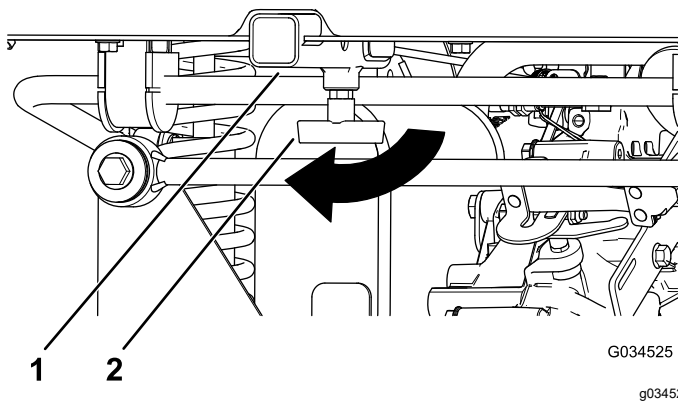

Figura 16
1. Afloje la maneta en T girándola en sentido horario (Figura 16).
2. Introduzca el accesorio en el receptor hasta que los taladros queden alineados (Figura 16).